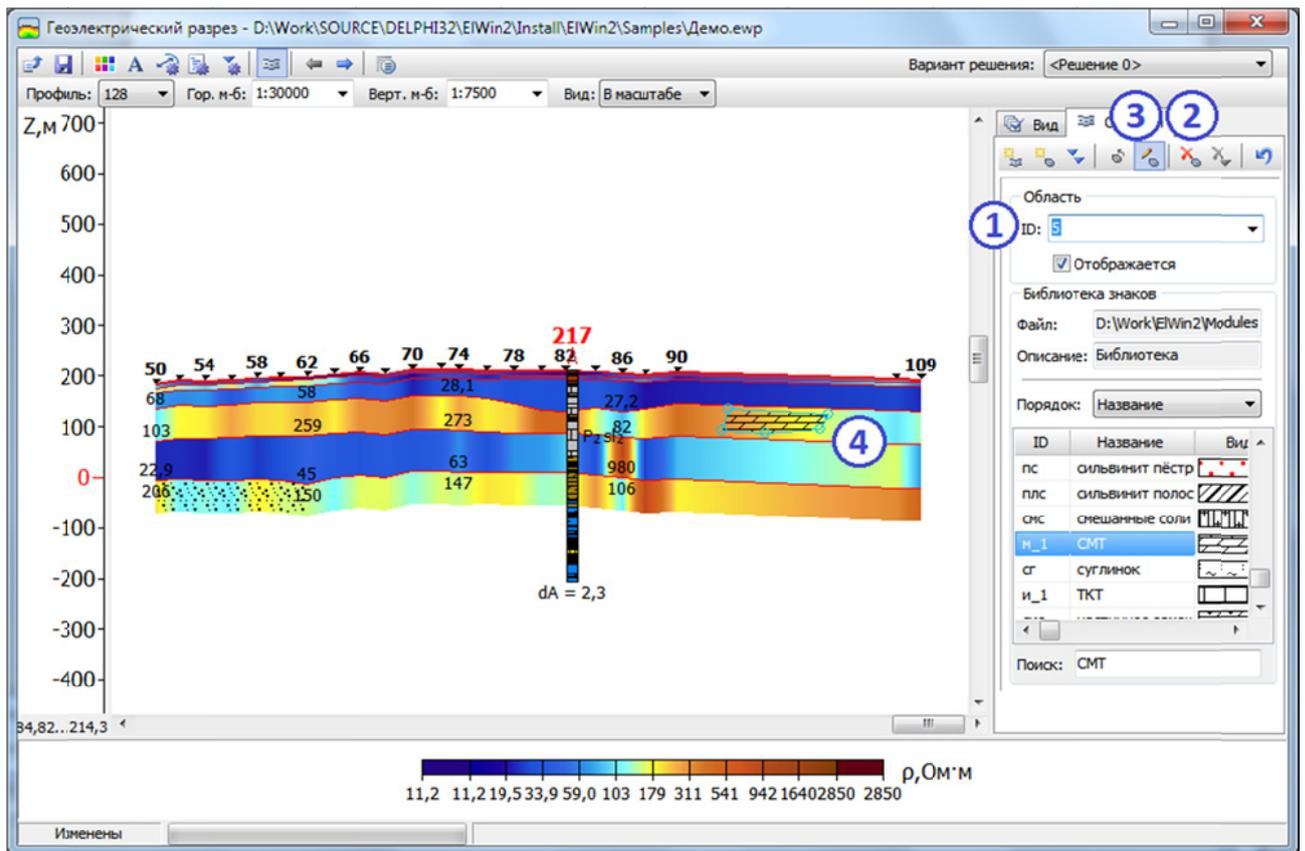

Рис. 6.4.4. Операции с существующими областями
- в списке существующих областей выберите область, с которой вы хотите работать (рис. 6.4.4, цифра 1), выделенная область будет обведена толстой голубой линией; также выбор активной области возможен щелчком мыши на ней;